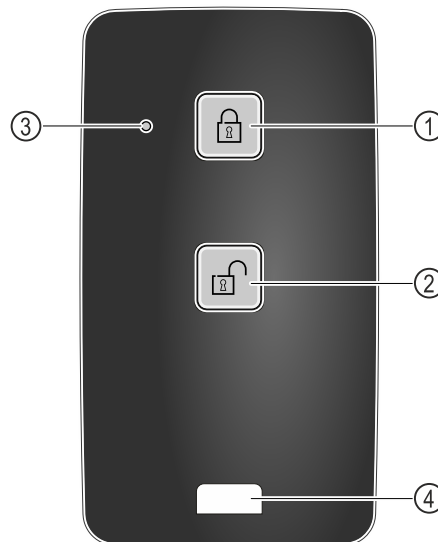

Fig. 149
- ▶ Нажмите кнопку Fig. 149 (1) на пульте дистанционного управления.
- ▶ Нажмите кнопку Fig. 149 (2) на пульте дистанционного управления.
- ▶ Светодиод состояния Fig. 149 (3) при нажатии на кнопку выдает оптический ответный сигнал.
- ▶ Проушина Fig. 149 (4) для закрепления пульта дистанционного управления, например, на связке ключей.